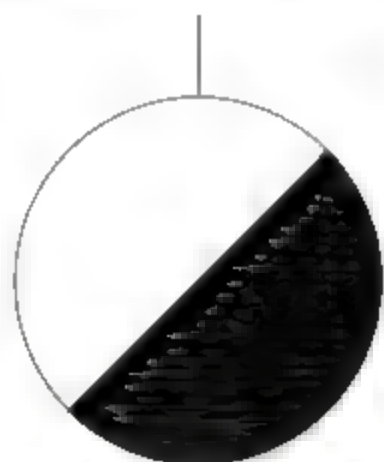

图8-162 绘制线段
- 05 调用L【直线】命令，绘制垂直线段，如图8-162所示。